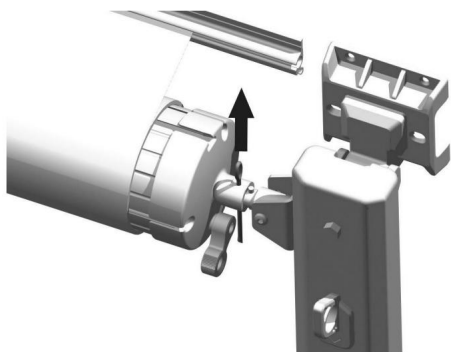

Figura C17
3.7 Rimuovere i perni di sicurezza su entrambi i lati dei cappucci terminali del rullo (Figura C17) per tendere il rotolo di tessuto sotto sforzo.